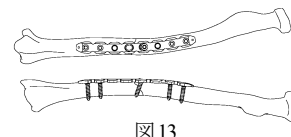

図 13
- 15) イメージインテンシファイヤー (X 線透視) で、インプラントの状態を確認し、縫合して手術を終了します。(図 13)